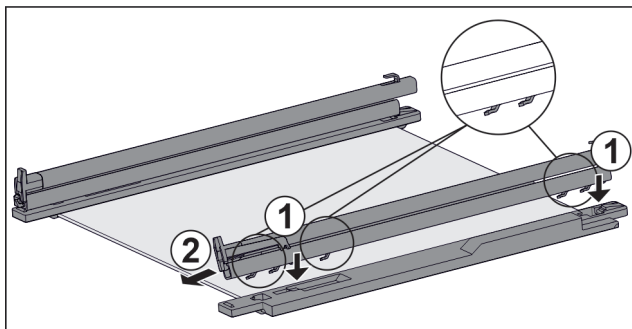

Fig. 59 Стекла́нная пластина с направляющими и крепежными элементами
- ▶ Поместите крючки направляющей в отверстия **левого** крепежного элемента. Fig. 59 (1)
- ▶ Потяните направляющую вперед. Fig. 59 (2)
- ▶ Поместите крючки направляющей в отверстия **правого** крепежного элемента. Fig. 59 (1)